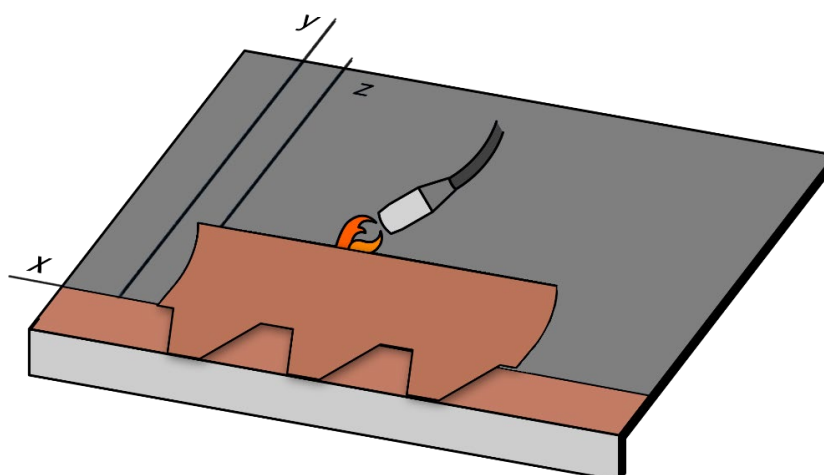

Fig. 17 - Installazione prima fila di tegole a fiamma
- Procedere con la posa della prima fila di tegole: allineare il bordo laterale della prima tegola sulla verticale **z** e il bordo superiore sull'orizzontale distante 14,3 cm da **x** – vedi Fig. 17. Fissare la tegola alla membrana usando la fiamma del cannello e sollevando la parte superiore della tegola con apposito strumento, Fig. 17. La parte retrostante autoadesiva delle faldine delle tegole, fisserà le tegole della prima fila alle tegole sottostanti della fila di partenza. Procedere con la posa di tutte le tegole della fila.